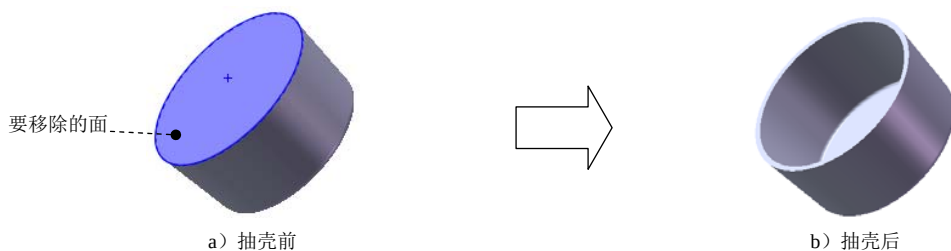

图 3.29.7 抽壳 1
Step5. 创建图 3.29.7 所示的零件特征——抽壳 1。选择下拉菜单 **插入(I)** **特征(F)** **抽壳(S)...** 命令；选取图 3.29.7a 所示的模型表面为要移除的面；在“抽壳 1”对话框的 **参数(P)** 区域输入壁厚值为 3.0；单击对话框中的 按钮，完成抽壳 1 的创建。